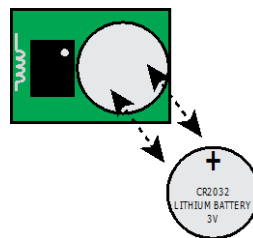

Figura 7. Reemplazo de la batería
**NOTA:** Debe respetarse la polaridad de la batería, como se indica en la Figura 7. Un manejo inadecuado de las baterías de litio puede resultar en generación de calor, explosión o fuego, que puede producir lesiones personales.